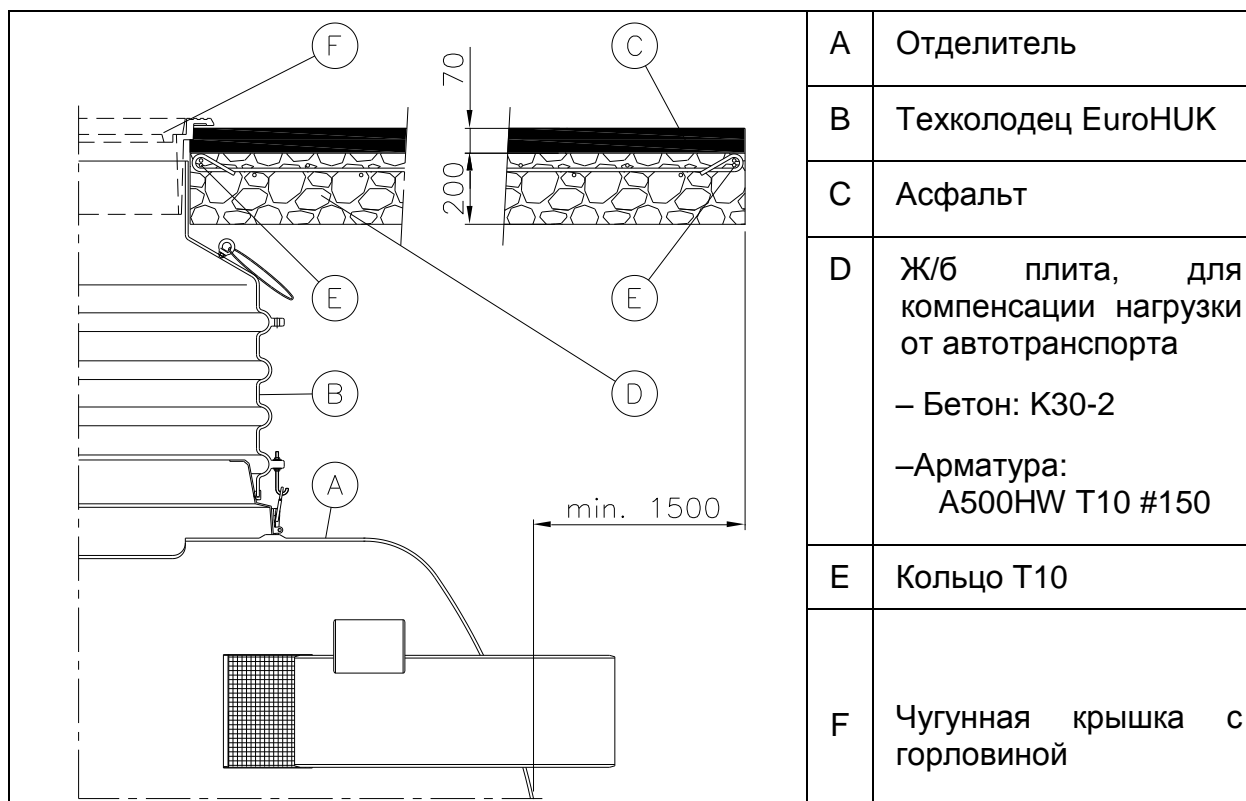

Рис. 7. Структура ж/б плиты.
12. При установке системы в местах движения тяжелого и среднего автотранспорта, для компенсации нагрузки, установите ж/б плиту и проложите асфальт (см. Рис. 7)